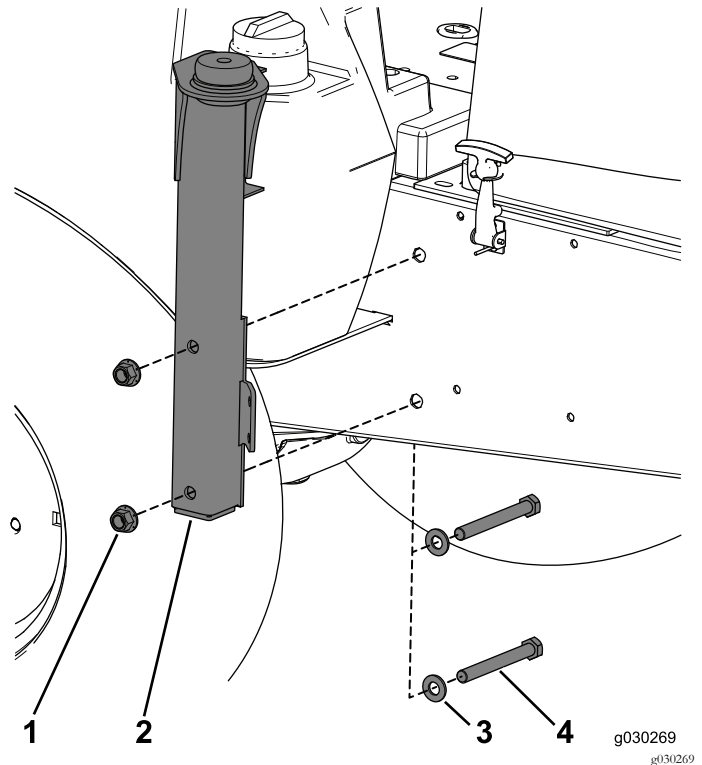

Figure 15
- Fixez le support gauche sur la machine à l'aide de 2 boulons ($\frac{1}{2}$ x $4\frac{1}{2}$ po), 2 petites rondelles et 2 contre-écrous (Figure 15).